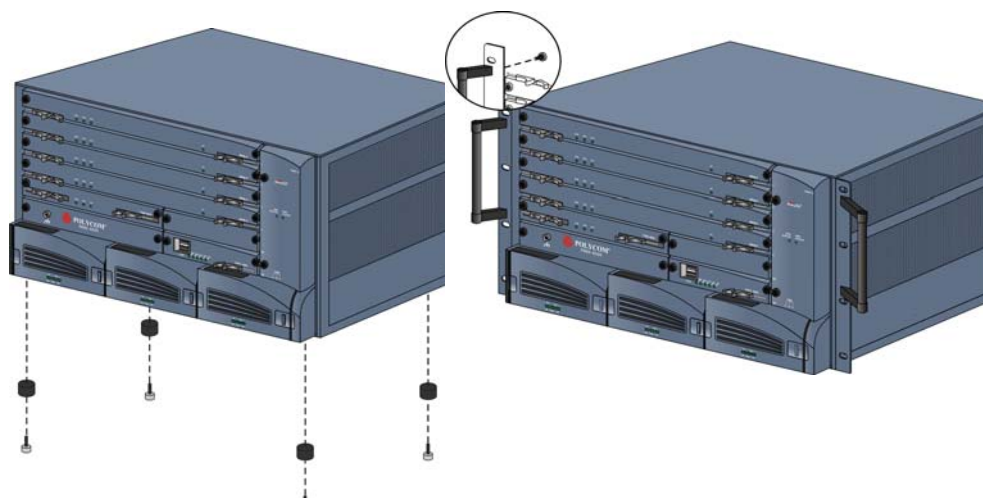

图 1-1 可选 - 快速移除基脚和手柄
- 可选 - 根据您场地上安装的机架，如果 RMX 4000 上装有手柄，您可能需要将其取下。从基座上拧下手柄，如图 1-1，“可选 - 快速移除基脚和手柄”中所示。
- 可选 - 如果分配给 RMX 4000 的机架开口刚好为 6U，必须从 RMX 4000 上取下基脚将其安装到机架中。从基座中拧下基脚，如图 1-1，“可选 - 快速移除基脚和手柄”中所示。